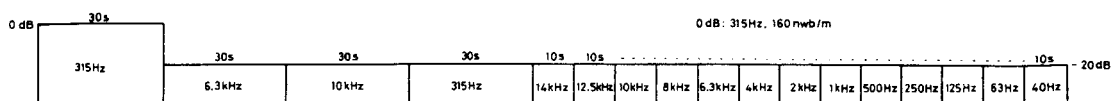

Fig. 11-4 Cinta de prueba STD-331B
- STD-331B* : Ajustes de reproducción (Ver la Fig. 11-4)